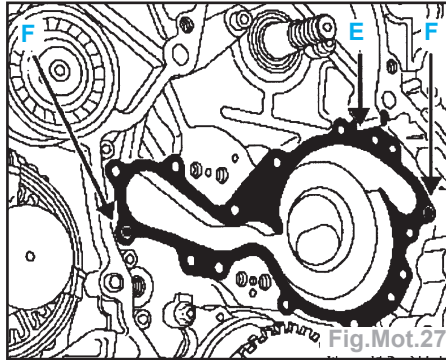

Fig.Mot.27
- Attention à la mise en place du joint, il est très important de bien le positionner sous la nervure (E) et dans les douilles de centrage (F) (Fig.Mot.27).